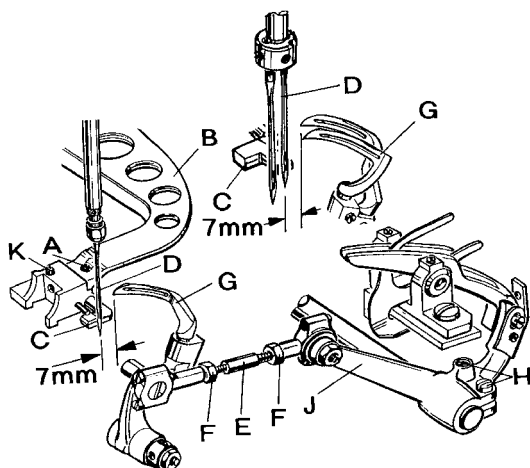
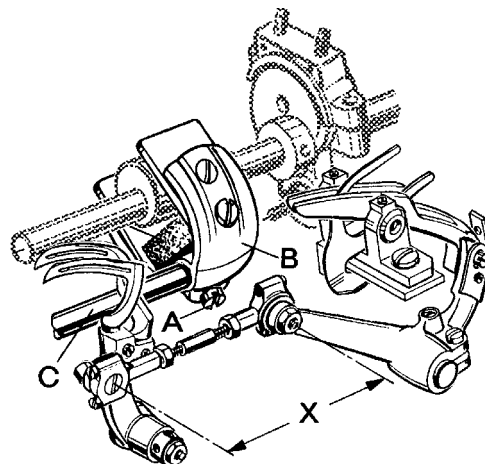
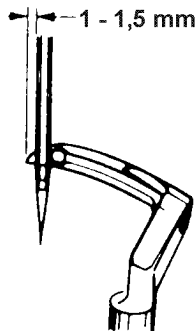
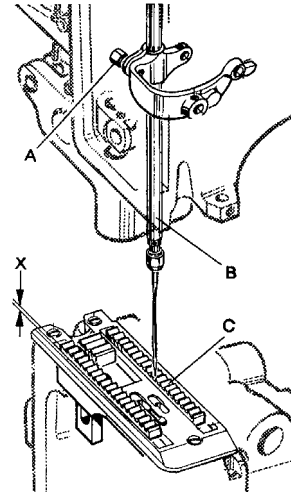

Fig. 11
Fig. 12
Fig. 13
Fig. 14
Remove the presser foot, throat plate and feed dog, for convenient access to the machine. Loosen the screw (A, Fig.11) in the feed bar (B) and push the feed bar needle guard (C) to the rear to avoid its contacting the needle(s) (D).
Set the looper connecting rod (E) so the distance (X, Fig. 12) between the centerlines of the two ball joints is 69.8 mm (2 3/4 in.). For adjustment loosen the two nuts (F, Fig. 11) and turn connecting rod (E) forward or backward as required to obtain specified dimension, retighten nuts (F).
Rotate handwheel in operating direction so that the looper moves from right to left. The looper point should pass the back of the needle as close as possible without bending it to the front. For adjustment loosen screw (A, Fig. 12) in the looper eccentric fork (B) and turn looper rocker shaft (C) on the looper rocker with looper forward or backward as required. Retighten screw (A).
Zur bequemeren Einstellung entfernen Sie Drückerfuß, Stichplatte und Transporteur. Lösen Sie die Schraube (A, Fig.11) im Transporteurträger (B) und drücken Sie den Nadelanschlag (C) nach hinten, damit er die Nadel(n) (D) nicht berühren kann.
Die Greiferverbindungsstange (E) muß so eingestellt sein, daß der Abstand (X, Fig. 12) von Mitte zu Mitte Kugelgelenk 69,8 mm beträgt. Zum Einstellen lösen Sie die beiden Muttern (F, Fig. 11) und drehen die Verbindungsstange (E) vor oder zurück bis der erforderliche Abstand erreicht ist. Ziehen Sie die Muttern (F) wieder an.
Drehen Sie das Handrad in Nährichtung so, daß sich der Greifer von rechts nach links bewegt. Die Greiferspitze soll so dicht wie möglich hinter der Nadel vorbeigehen, ohne diese nach vorne wegzudrücken. Zur Einstellung lösen Sie die Schraube (A, Fig. 12) in der Greiferexzentergabel (B) und schwenken die Greiferhebelwelle (C) am Greiferhebel mit Greifer nach Bedarf vor oder zurück. Ziehen Sie die Schraube (A) wieder an.
Remove the face cover on machine arm. Rotate handwheel in operating direction until the looper point, moving to the left, projects 1 to 1.5 mm (.040 to .060 in.) left of the needle (see Fig. 13). Lower edge of looper and upper edge of needle eye must be flush in this position. If adjustment is necessary, loosen clamp screw (A, Fig. 14) in the needle bar connection and move the needle bar up or down, as required. Retighten screw (A) and remount face cover.
Entfernen Sie den Stirndeckel am Maschinenarm. Drehen Sie das Handrad in Nährichtung bis die sich nach links bewegende Greiferspitze 1 bis 1,5 mm links der Nadel steht (siehe Fig. 13). In dieser Stellung müssen Unterkante Greifer und Oberkante Nadelöhr bündig sein. Ist eine Einstellung notwendig, lösen Sie die Klemmschraube (A, Fig. 14) im Nadelstangenmitnehmer und schieben die Nadelstange (B) entsprechend nach oben oder unten. Ziehen Sie die Schraube (A) wieder an und montieren Sie den Stirndeckel.
At highest point of feed dog travel, the lower feed dog (C, Fig. 14) should be set so that the rear teeth project their full depth (X, Fig. 14) above the throat plate surface. For setting remove the lower feed dog and adjust the supporting screw (K, Fig. 11) on the top to the feed bar to the required height. Remount the lower feed dog.
Im höchsten Punkt der Transporteurbewegung sollen die hinteren Zähne des unteren Transporteurs (C, Fig. 14) eine volle Zahnhöhe (X, Fig. 14) über die Stichplattenoberfläche hinausragen. Zur Einstellung entfernen Sie den Transporteur und stellen die Stützschraube (K, Fig. 11) oben im Transporteurträger auf die entsprechende Höhe. Montieren Sie den Transporteur wieder.
The needle guard (C, Fig. 11) has to be set so, that it just contacts the needle at its most forward point of travel, without deflecting it. Loosen screw (A, Fig. 11) in the feed bar (B) and adjust the needle guard (C) accordingly. Retighten screw (A).
Der Nadelanschlag (C, Fig. 11) muß so eingestellt sein, daß er in der vordersten Stellung seiner Bewegung gerade die Nadel berührt, aber nicht ablenkt. Zur Einstellung lösen Sie die Schraube (A, Fig. 11) im Transporteurträger (B), und stellen den Nadelanschlag (C) entsprechend ein. Ziehen Sie die Schraube (A) wieder an.